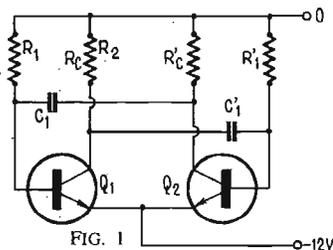
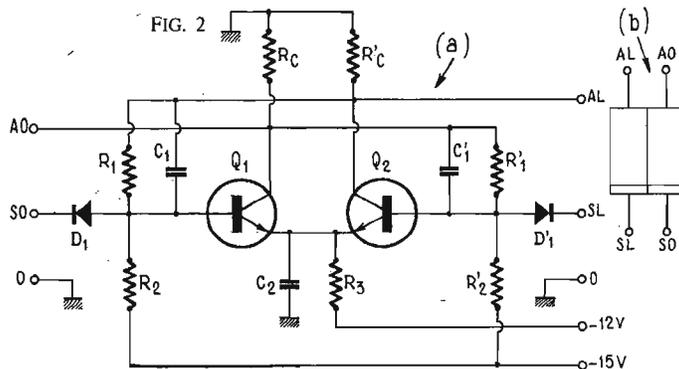

FIG. 1
FIG. 2
Le schéma du multivibrateur bistable s'obtient aisément, du moins du point de vue théorique, en modifiant le schéma d'un multivibrateur astable. La figure 1 rappelle le schéma de ce dernier et l'on voit qu'il se caractérise par des liaisons croisées entre le collecteur de l'un des transistors et la base de l'autre, s'effectuant par des éléments de liaison RCR.
Ainsi, sur le schéma de la figure 2 (a) qui représente un multivibrateur bistable dit aussi Flip-Flop, on constate que les éléments du montage astable de la figure 1 sont conservés : Q₁, Q₂, R₁, R'₁, R_C, R'_C, C₁, C'₁ mais R₁ et R'₁ shuntent les condensateurs. De plus on trouve R₂ et R'₂ reliant les bases à la ligne négative de -15 V. Les émetteurs réunis sont découplés par C₂ et polarisés à travers R₃ à partir de la ligne -12 V.
La commande peut s'effectuer par l'une ou l'autre des entrées et même sur les deux, en même temps ou l'une après l'autre. Le choix est libre entre ces quatre terminaisons pour ne se servir que de deux ou trois dans des conditions déterminées. On indique à la figure 2 (b) un symbole de multivibrateur bistable avec ses 4 terminaisons : les entrées SL et SO et les sorties AL et AO. Remarquons, en confrontant les deux figures (a) et (b) que la lettre O correspond à un des transistors et la lettre L à l'autre, donc, les moitiés du symbole représentent chacune un transistor, la barre horizontale repérant les entrées.
ANALYSE DU SCHEMA FIG. 2 (A)